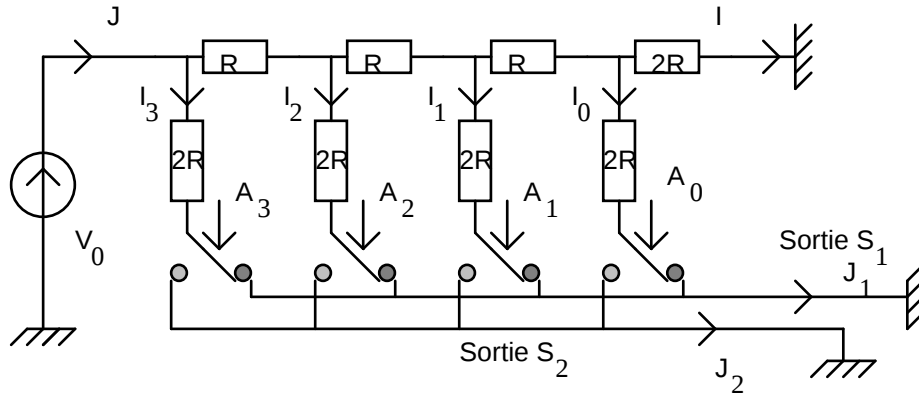

Figure 4.
Le coeur du C.A.N. est un réseau de résistances de valeur $R/2R$. (figure 4). **Pour simplifier, le nombre de bits est limité à quatre.** V_0 est une tension de référence connue.
B.2.3 A partir de la figure 4, exprimer les courants I_0 , I_1 , I_2 , I_3 en fonction de I. Les exprimer à l'aide de J, puis V_0 et R.